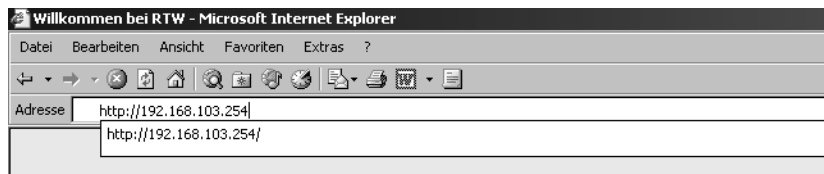

Bild 8-3: IP-Adresseingabe in das Adressfeld des Internet-Browsers
1. Starten Sie Ihren Internet-Browser und geben Sie die IP-Adresse Ihres Gerätes in der Adresszeile ein (z. B.: „http://192.168.103.254“, siehe Bild 8-3). Bestätigen Sie die Eingabe mit der „Enter“-Taste Ihrer PC-Tastatur.